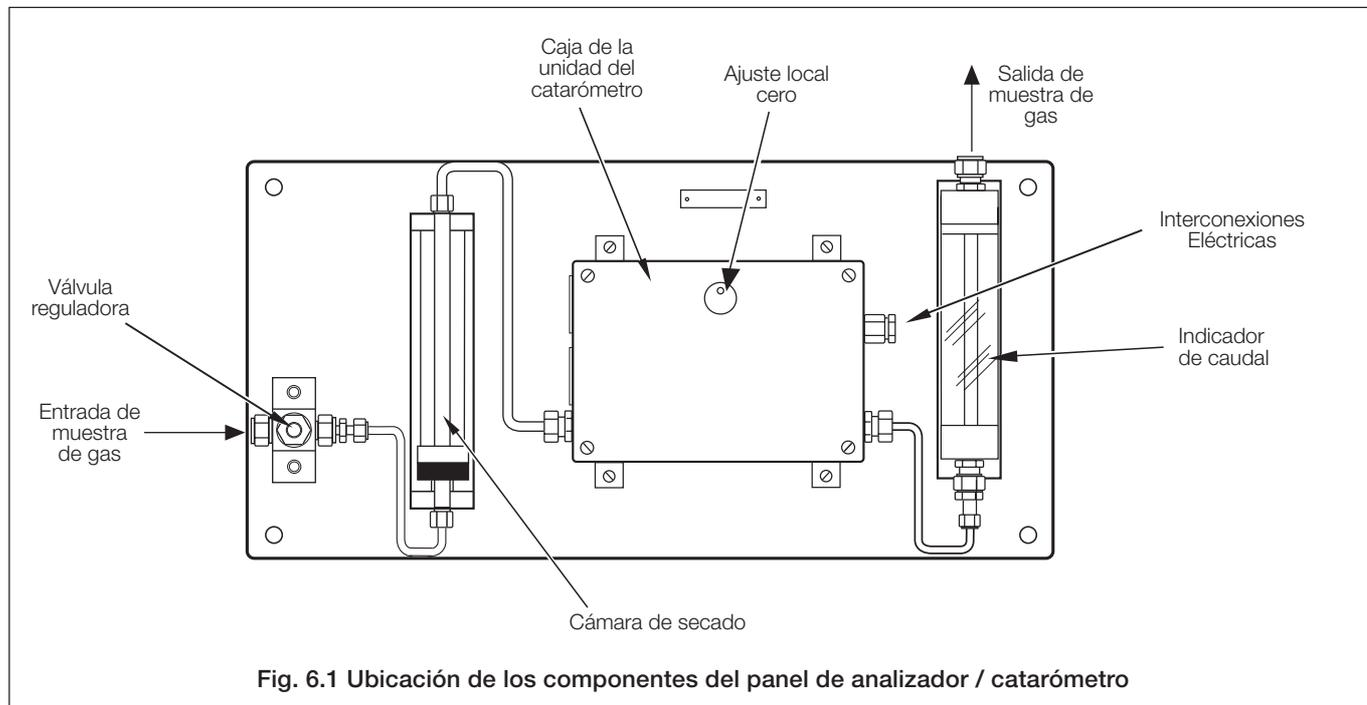

Fig. 6.1 Ubicación de los componentes del panel de analizador / catarómetro
6.1 Panel del analizador / catarómetro – Llenado de la cámara de secado (Fig. 6.1)